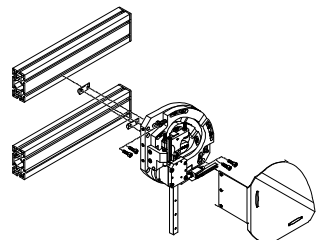

Рис. 8
- Крепление на обратной стороне опорной пластины при помощи пазовых вкладышей НМВН-8 на профильных колоннах НМБС (пример: Рис. 8)